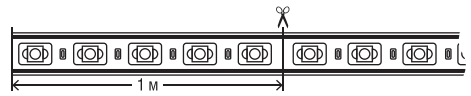
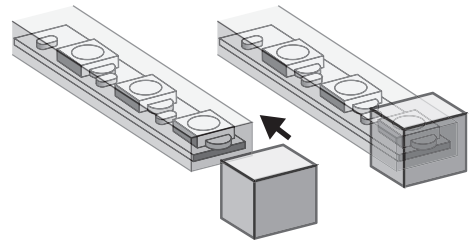

Рис. 2. Разрезание светодиодной ленты
Рис. 3. Установка заглушки на светодиодную ленту
- **Разрезание светодиодной ленты на участки.** Светодиодную ленту OLS-2835-IP67-220V можно разрезать на участки, кратные одному сегменту, длина которого равна 1 м. Разрез необходимо производить строго посередине участка, соединяющего смежные сегменты, Рис. 2. В месте разреза ленты пропущен сегмент гибкой печатной платы. На окончаниях участков светодиодной ленты, к которым не планируется производить какие-либо подключения, необходимо установить заглушки OLS-SC-2835-220 (в комплекте 1 шт.), Рис. 3. **Внимание!** При установке заглушки необходимо использовать герметик, чтобы обеспечить должную герметичность в месте соединения.